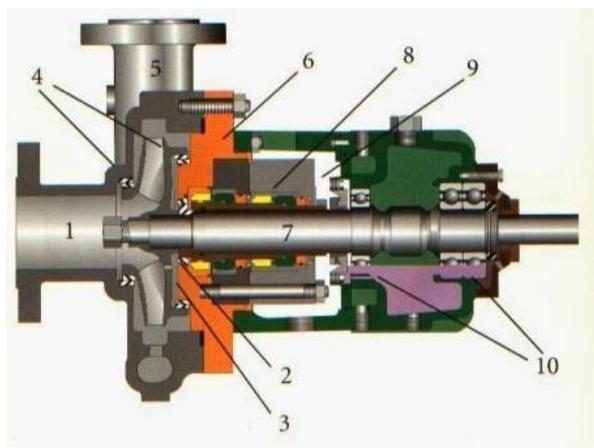

Figura 1.3
- 1) Fazer furos de equilíbrio no rotor, para que a maior parte da pressão escape para o lado da sucção do rotor (ver rotor da figura 1.3), ou;